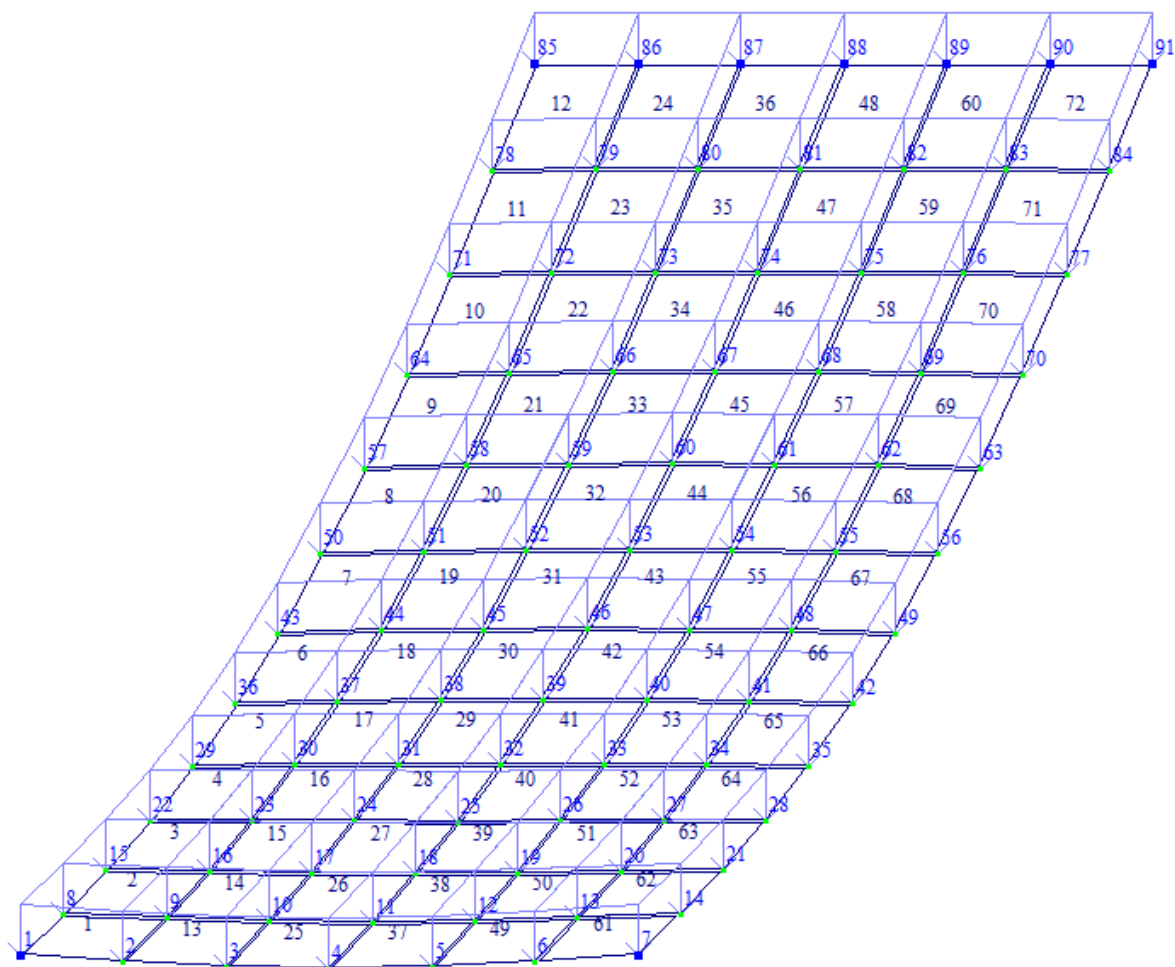

Рис.2.19. Расчетная схема с учетом перемещений узлов
- В режиме просмотра результатов расчета по умолчанию расчетная схема отображается с учетом перемещений узлов (рис.2.19). Для отображения схемы без учета перемещений узлов щелкните по